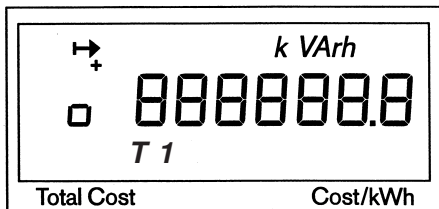

Fig. 6.1
| Fig. 6.1 | Energia apparente continua T1 (kVAh) | Fig. 14.3 | Consumo di corrente istantaneo L2 (A) |